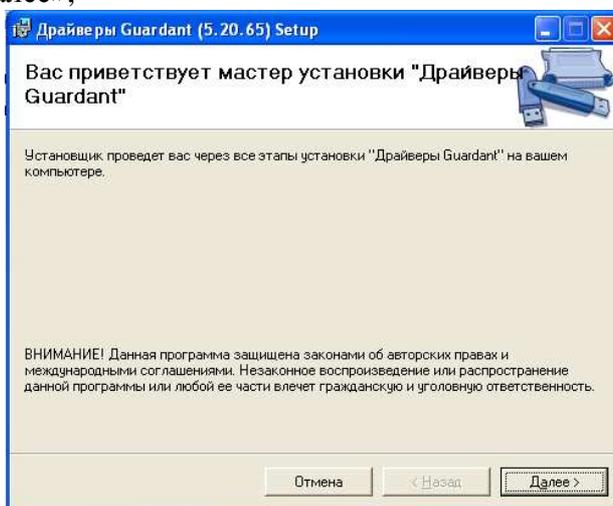

Рис. 8.32
- далее, будет предложено установить драйвер ключа защиты ПО «Guardant», Рис. 8.32. Нажмите на кнопку «Далее»;